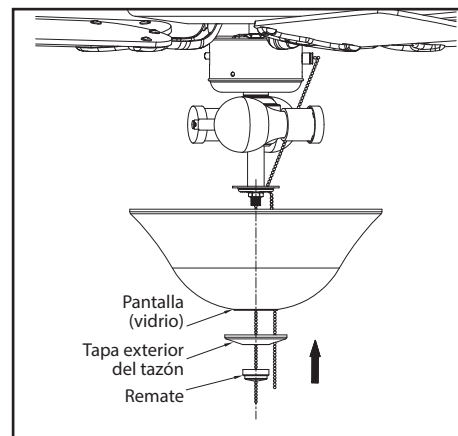

Figura 15
6. Pasa la cadena del interruptor del ventilador a través del orificio de la tapa del tazón (Figura 15).
7. Coloca el tazón de vidrio sobre la boquilla roscada y asíéntalo sobre su tapa. Pasa la cadena del ventilador a través del buje en la tapa del tazón exterior e instala esta última en la boquilla roscada. Instala y aprieta el remate con los dedos (Figura 15).